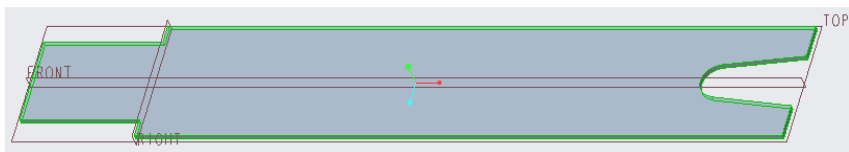

图 5-46 第一壁
(4) 在“平面”选项卡的“壁厚度”文本框中输入厚度值为“0.5”。
(5) 单击“平面”选项卡中的 （完成）按钮，创建平面壁作为钣金件的第一壁，模型效果如图 5-46 所示。